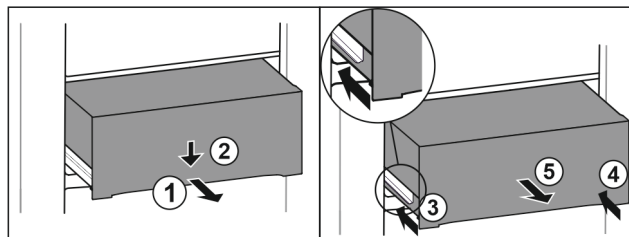

Fig. 110
- Schubfach halb herausziehen. Fig. 110 (1)
- Schubfach an der Vorderseite nach unten drücken. Fig. 110 (2)
- Linke Schiene etwa 2 cm einschieben. Fig. 110 (3)
- Rechte Schiene etwa 2 cm einschieben. Fig. 110 (4)
- Schubfach nach vorne entnehmen. Fig. 110 (5)